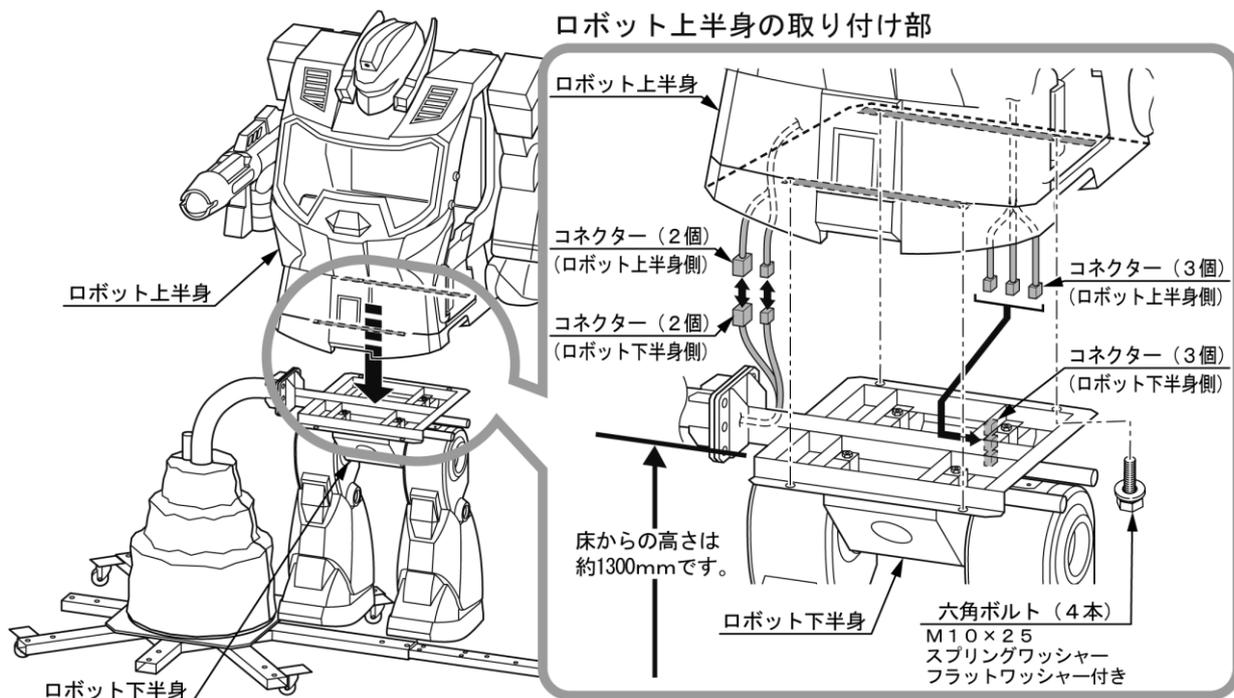

図6-7 ロボット上半身の取り付け③、④、⑤
- ③ ロボット上半身をゆっくり持ち上げて、下半身の上に乗せます。（図6-7）
- ④ 「①」で外した六角ボルト（M10×25 4本）で固定します。（図6-7）